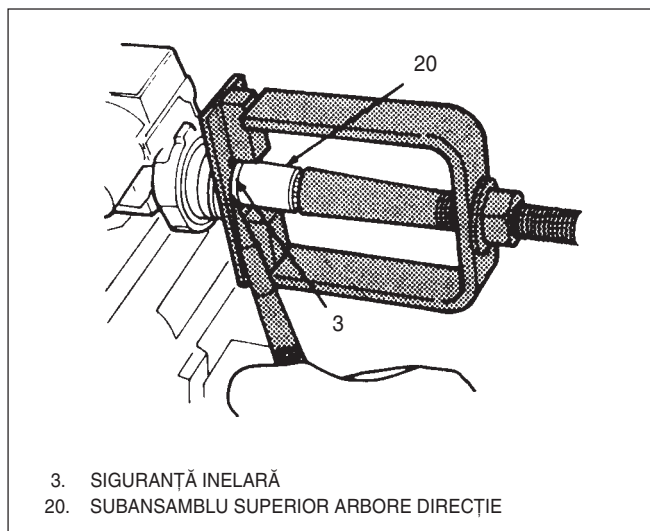

Fig. 12 Montare și demontare siguranță inelară
- 9) Contactul de aprindere (15) în carcasa sa (14). Asigurați-vă că știftul de fixare intră în urechea contactului (15).
- 10) Șurubul (16) de fixare contact aprindere și se strânge la mână (aproximativ 0,3 Nm).
- 11) Yala de blocare în carcasa (14) a contactului aprinderii.
- 12) Carcasa (14) a contactului aprinderii la carcasa (12) a coloanei cu șaibele (11) și șuruburile cu cap fals de forfecare (10). Se strâng șuruburile (10) pînă la forfecarea capului fals (aproximativ 11 Nm).
- 14) Se rotește ansamblul arbore direcție (19) pînă la cuplarea bolțului de blocare cînd arborele de direcție este blocat în poziție.
- 15) Cămașa interioară (9), scaunul (8) al cămașii interioare, arcul (5) al rulmentului superior și bucșa (4) fixare arc.
- 16) Se apasă pe bucșa (4) și se comprimă arcul (5) (Vezi Fig 12).
- 17) Siguranța inelară (3) în șanțul de pe arborele superior (20).
- 18) Carcasa (7) a comutatorului semnalizare schimbare direcție la carcasa (12) a coloanei prin șuruburile cu cap imbus (6) care se strîng la un cuplu de 3,4 Nm.
- 19) Bucșa de centrare (28) pe capătul inferior al arborelui de direcție (23) și în ansamblul manta (27) pe la capătul inferior.